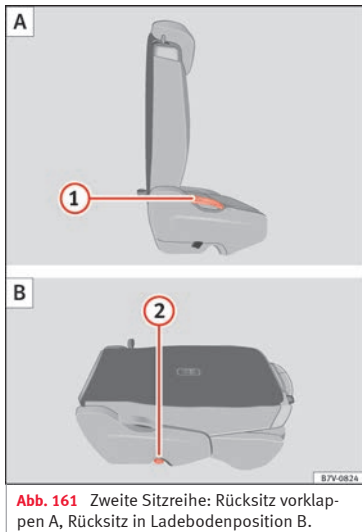

Abb. 161 Zweite Sitzreihe: Rücksitz vorklappen A, Rücksitz in Ladebodenposition B.
- Entfernen Sie Gegenstände aus dem Fußraum vor und hinter dem Rücksitz »» ❶.
- Hebel »» **Abb. 161** ❶ nach oben ziehen und Rücksitzlehne nach vorn klappen. Der komplette Rücksitz klappt nach vorn »» ⚠.
- Die nach vorn geklappte Rücksitzlehne herunterdrücken, bis die Rücksitzlehne in der Ladebodenposition eingerastet ist »» **Abb. 161 B**.
- Hebel »» Abb. 161 ❶ nach oben ziehen und Rücksitzlehne in die aufrechte Position klappen. Der komplette Rücksitz klappt nach hinten.